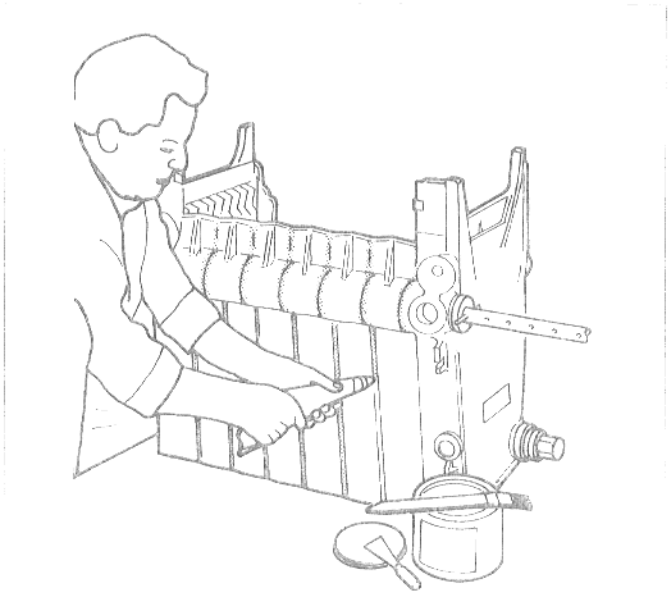

Abb. 6
- Trennstellen an den Dichtleisten von außen mit Kesselkitt abdichten und mit Pinsel verstreichen (Abb. 6).